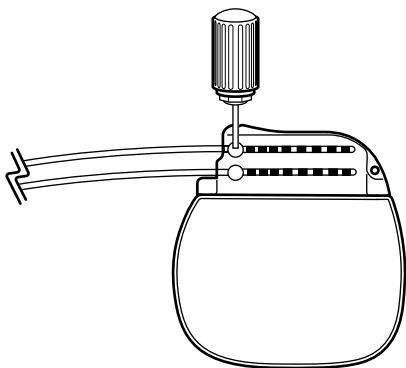

Abbildung 2. Anziehen der Schrauben durch die selbstdichtenden Dichtringe
4. Föhren Sie bei der Anbringung jeder Verlängerung oder jedes Blindstopfens den mit dem Neurostimulator gelieferten Drehmomentschlüssel in die selbstdichtenden Dichtringe des Konnektorblocks ein und ziehen Sie alle Schrauben an (Abbildung 2).